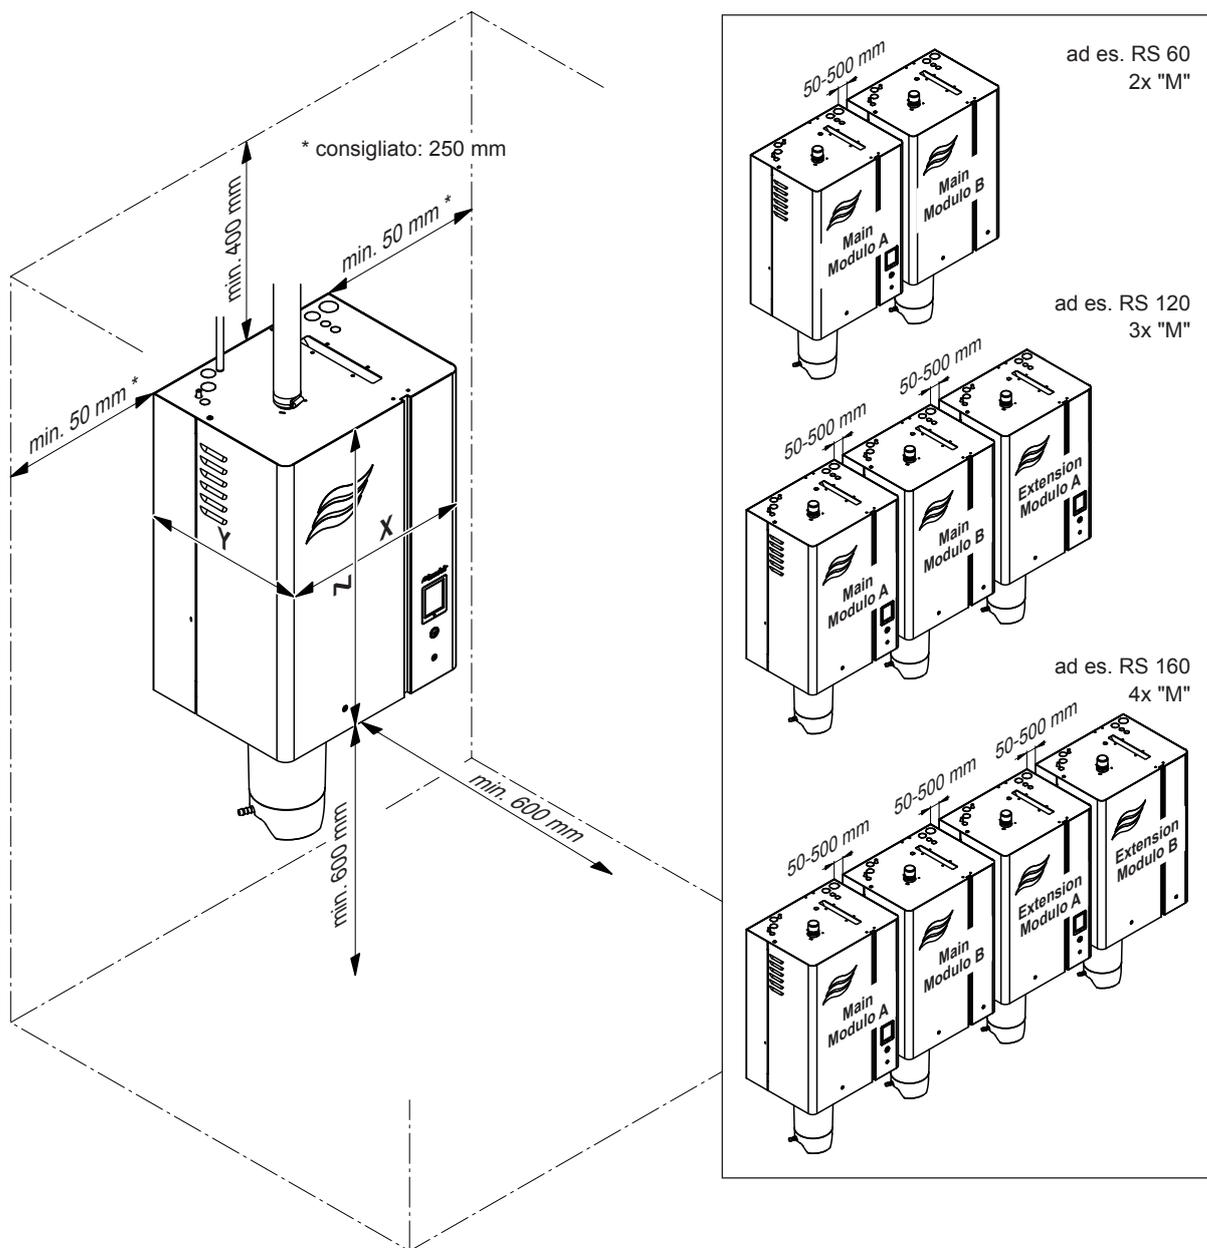

Fig. 9: Distanze da osservare
- Collocare l'umidificatore a vapore in modo tale che l'apparecchio sia **facilmente accessibile** e che sia garantito uno spazio sufficiente per la manutenzione. Le **distanze minime** conformemente alla Fig. 9 **devono essere rispettate**.
- Affinché i cavi forniti con i Moduli doppi e i sistemi Linkup possano essere utilizzati, i singoli apparecchi devono essere montati nella sequenza indicata, con una distanza di min. 50 mm a max. 500 mm l'uno accanto all'altro e alla stessa altezza (si veda Fig. 9).